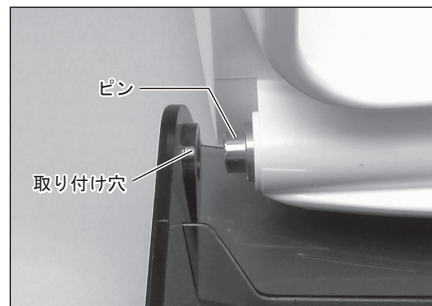

図 23
- 1) ドア左側の取り付け穴を、ユニット左側のピンにはめこみます (図 23)。